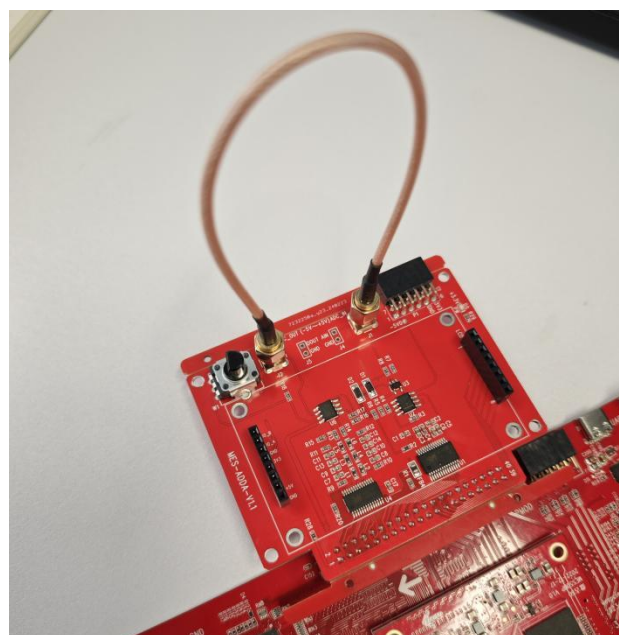

图 12 步骤二
- 2、将 MES-ADDA-v1.0 模块上 DA 模拟输出与 AD 模拟输入连接在一起，如图 12。